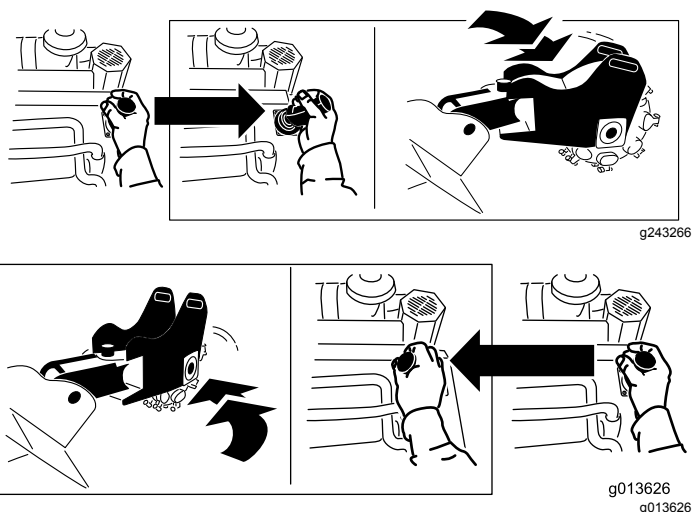

Figura 14
- Para rodar o triturador para a direita ou para a esquerda, mova a alavanca na direção pretendida (Figura 14).